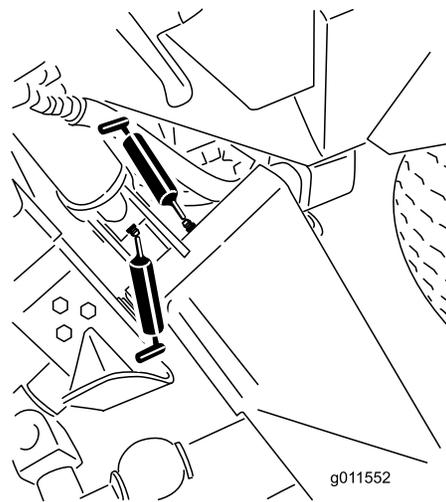
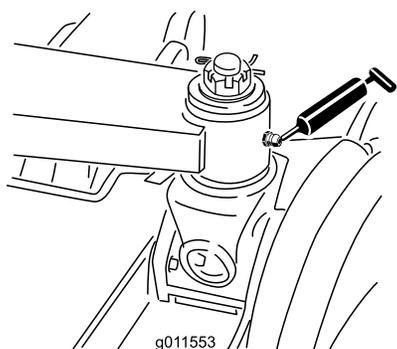

Рисунок 50
Рисунок 51
- Втулки главных подъемных рычагов (6 шт.) (Рисунок 50 и Рисунок 51)